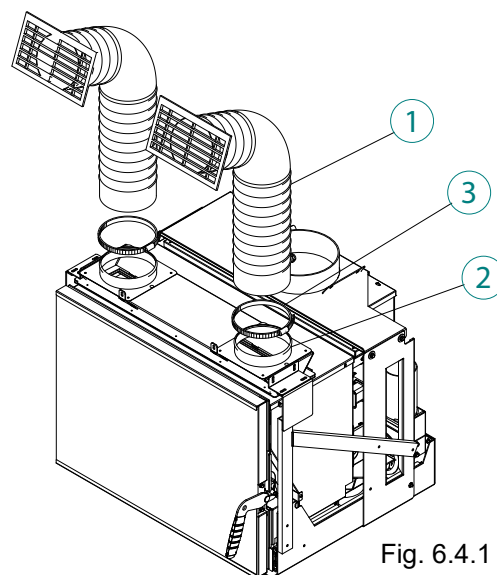

Fig. 6.4.1
Fissare il tubo (1) ai collari (3) con le fascette (2) (Fig. 6.4.1).